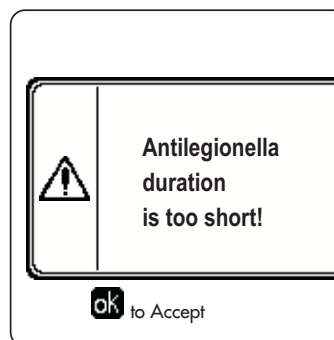

рис. 27- Сообщение о невыполнении функции «Антилегионелла»
- Если функция «Антилегионелла» не выполняется правильно, на дисплее появится сообщение, показанное на рис. 27. даже при наличии этого сообщения котел продолжит исправно работать.